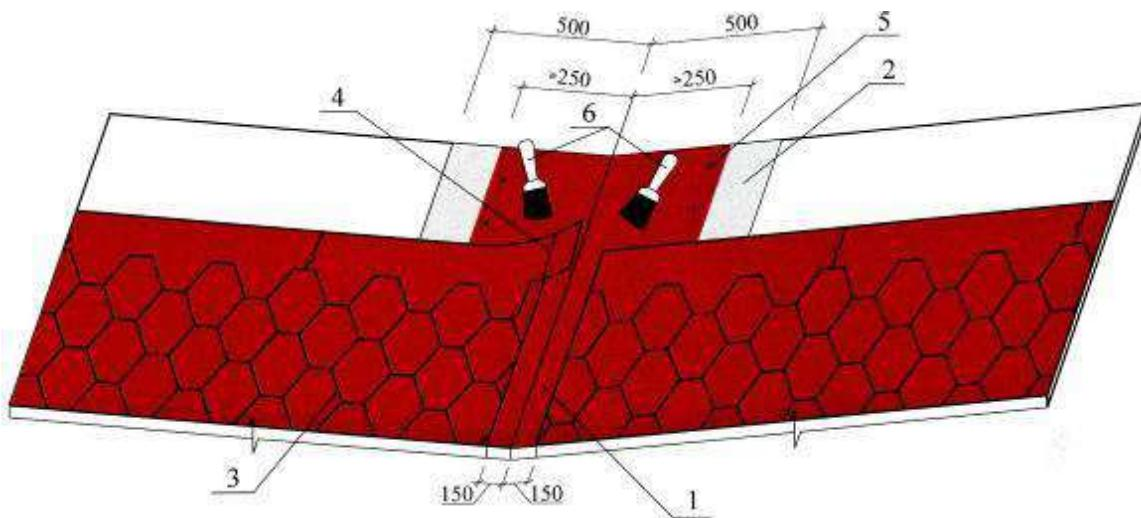

Рисунок 5.7. Укладка гибкой черепицы в ендове (1^{ый} вариант)
5.5.1 В ендove обрезают черепицу так, чтобы на границе пересечения скатов осталось открытой полоса ендового ковра RoofShield шириной 150 – 250 мм (рисунок 5.7). Края череиц проклеивают вдоль линии отреза на ширину 100 мм мастикой. При отрезании подкладывают под черепицу фанеру, чтобы не повредить нижний слой.